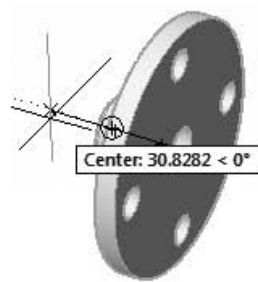

Рис. 12.8. Выбор третьей точки на фланце
5. Укажите третью точку — любую точку на оси вращения фланца (трекинге, при включенном вспомогательном режиме **Объектное отслеживание**) (рис. 12.8):